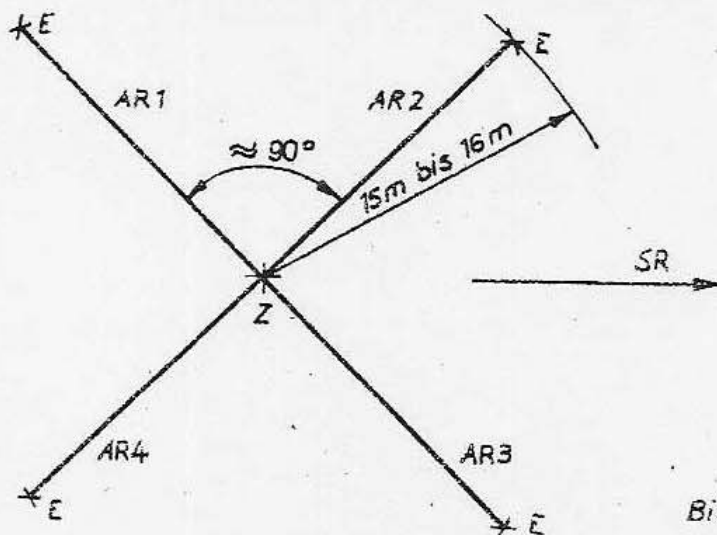

Bild 3
- Truppführer legt Aufbaupunkt gemäß Bild 3 fest: